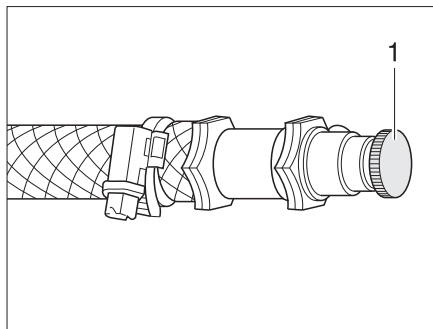

Fig. 248 Válvula de purga de la calefacción de agua caliente
- Abrir la válvula de purga (Fig. 248,1) y dejarla abierta hasta que deje de salir aire.